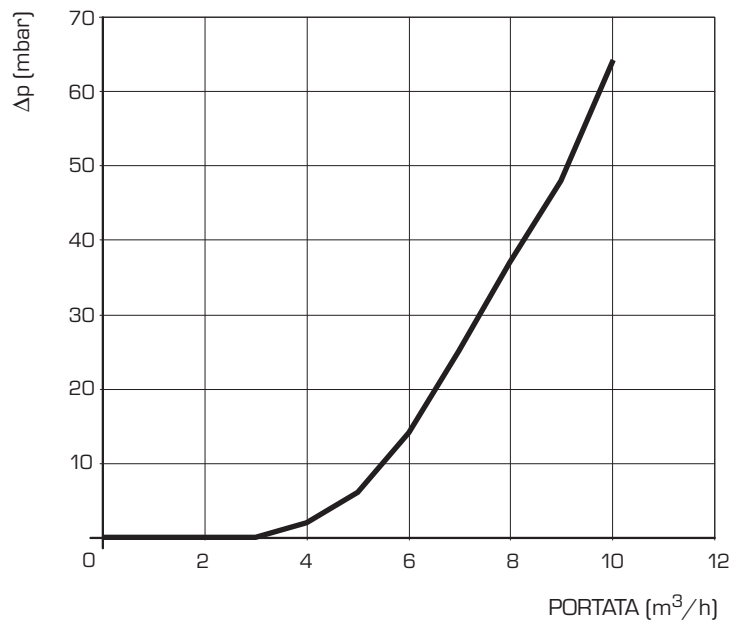

Fig. 3
1.5 PERDITE DI CARICO DEL COMPENSATORE IDRAULICO FORNITO A RICHIESTA NEI KIT COD. 8101550 (fig. 3)